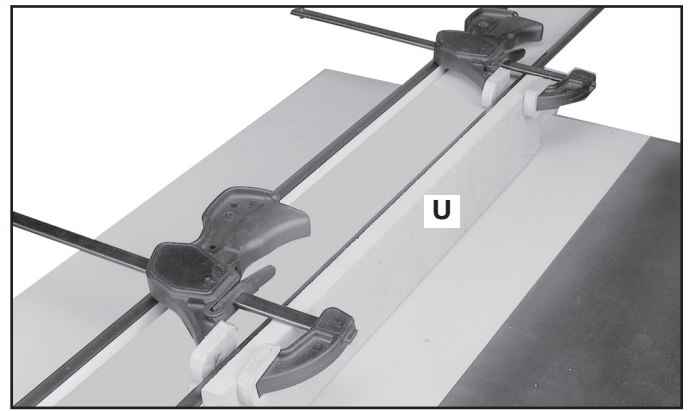

FIG. 73
Agregue un revestimiento de madera (U) Fig. 73 a uno o ambos lados de la guía de corte al llevar a cabo operaciones especiales (cabezal portacuchilla para moldura, etc.). Según la guía de corte, coloque el revestimiento de madera o la guía de corte con tornillos para madera través de los orificios taladrados en la guía de corte o con dos abrazaderas. Para la mayoría de los trabajos, cualquier material de 19 mm (3/4 pulg) es adecuado, aunque ciertos trabajos pueden requerir un revestimiento de 25 mm (1 pulg).